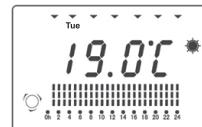

fig. 2
2. Apăsați odată butonul Mod, pînă când pe ecran apare modul „Setare setări personale pentru fiecare zi a săptămânii” (fig.2)